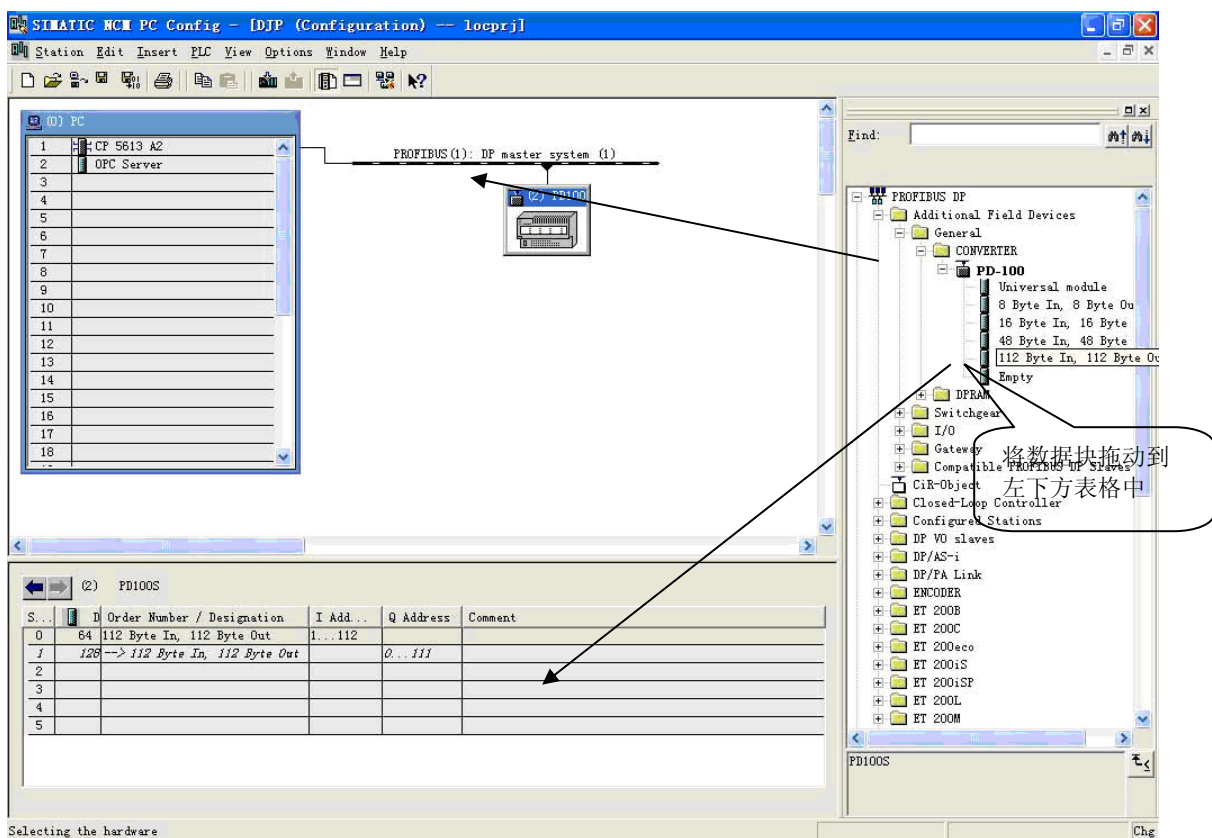

图 10
11. 将从站 PD-100 配入到 PROFIBUS 网络配置当中，并将输入输出数据块，映射到 S7-300 或者其它控制器的内存当中。如图 10: